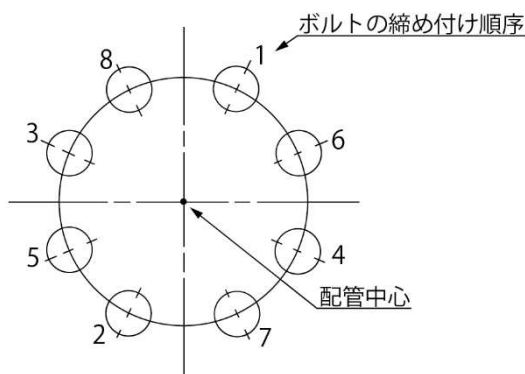

図 10 フランジボルトの締め付け順序
② 配管との接合
- e) フランジボルトの本締め順序は、フランジ面ボルト穴の対称位置を交互にある程度の力で一通り締付け完了後、正式に締付けて下さい。(図 10 参照)